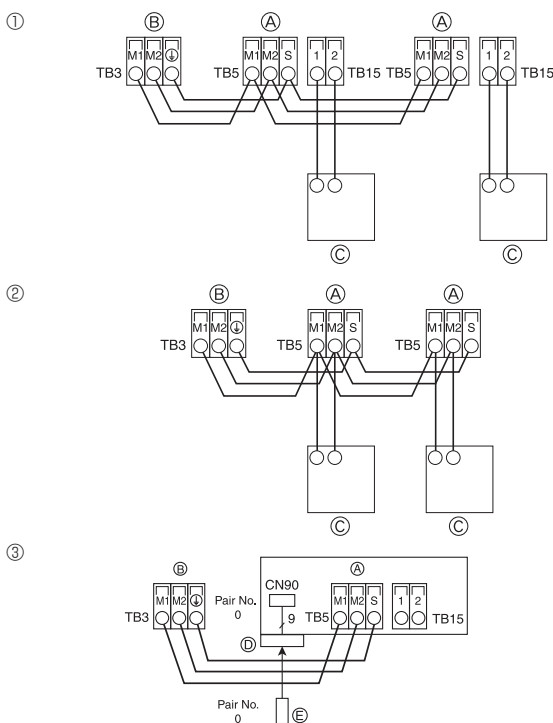

Fig. 5-8
5.4. Подключение пульта дистанционного управления, внутреннего и наружного кабеля передачи (Fig. 5-8)